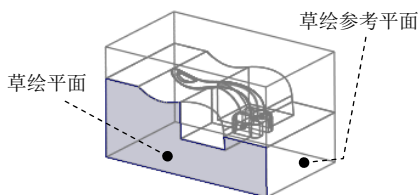

图 6.21 定义草绘平面
(1) 单击 **编辑模具体积块** 操控板 **形状** 区域中的 **拉伸** 按钮，此时系统弹出“拉伸”操控板。
(2) 定义草绘截面放置属性。右击，从系统弹出的菜单中选择 **定义内部草绘...** 命令；在系统 **选择一个平面或曲面以定义草绘平面** 的提示下，选取图 6.21 所示的表面为草绘平面，选取图 6.21 所示的表面为参考平面，方向为 **右**；单击 **草绘** 按钮，至此系统进入截面草绘环境。